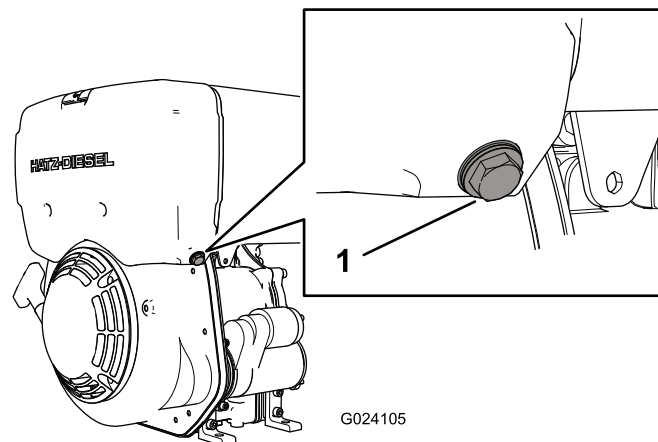

Figura 27
2. Afloje el perno del separador de agua 3 a 4 vueltas (Figura 27).